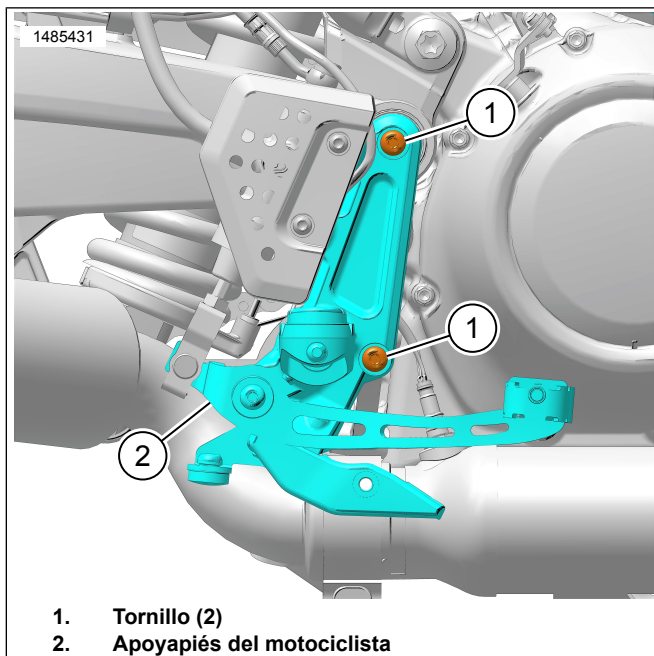

Figura 2. Apoyapiés del motociclista
2. Figura 2 Retirar tornillos (1).
- a. Asegure el conjunto del apoyapiés del motociclista (2) a un lado.
1. Figura 2 Instale el apoyapiés del motociclista (2).
2. Limpie las roscas de los tornillos (1) y los agujeros de la estructura.
3. Aplique fijatornillos a los tornillos (1).